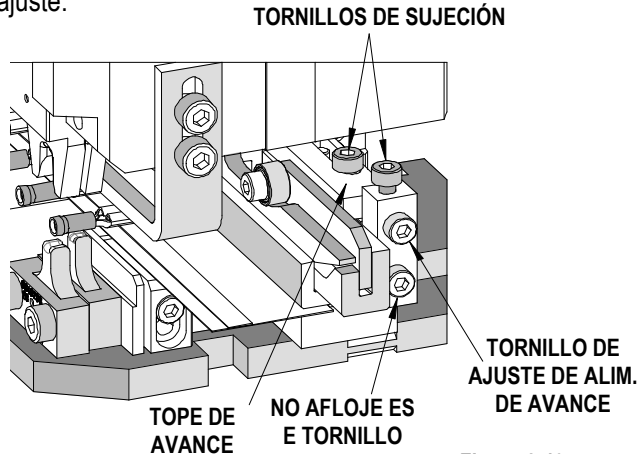

Figura 2-40
3. Con una llave hexagonal de 2.5 mm, afloje los (2) tornillos de sujeción M3 SHCS.
- Con una llave hexagonal de 2.5 mm, gire a la derecha el tornillo de ajuste de alimentación de avance para reducir la carrera de alimentación o a la izquierda para aumentarla. Véase la figura 2-40. Al reducir la carrera de alimentación, tire de la cinta hacia atrás para mantener los orificios de avance de la cinta en los trinquetes de alimentación. Si hay presión neumática (de avance) en el cilindro de alimentación, el conjunto de alimentación deberá seguir al ajuste.